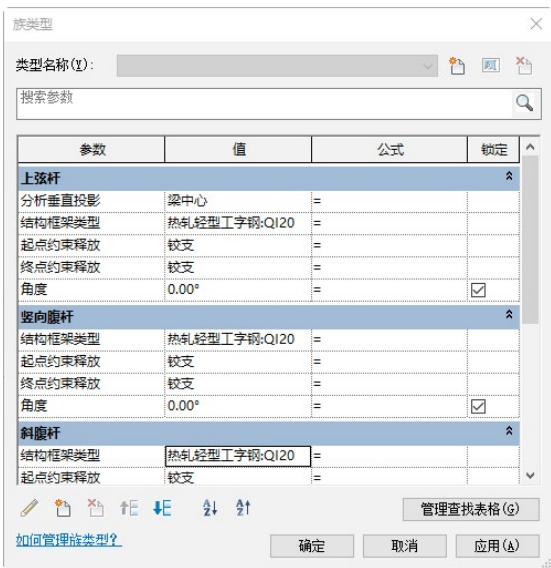

图 7-16 设置框架类型
(10) 分别设置上弦杆、下弦杆、竖向腹板和斜腹板的框架类型为步骤(9)载入的热轧轻型工字钢，如图 7-16 所示，其他采用默认设置，单击“确定”按钮。